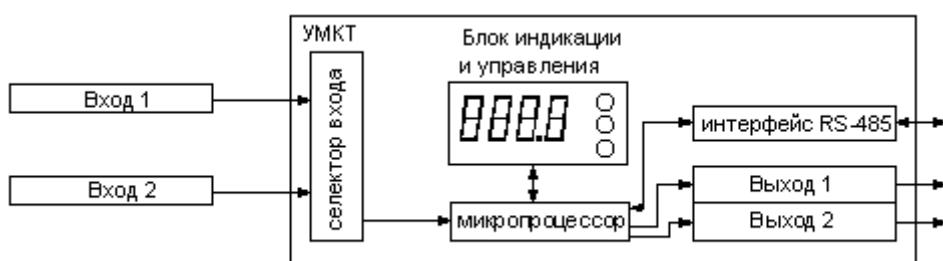

Рисунок 1 – Функциональная схема прибора.
4.1 Функциональная схема прибора приведена на рис. 1. УМКТ состоит из: